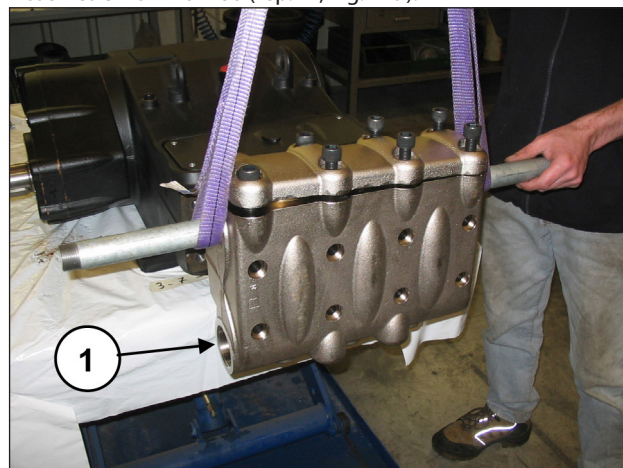
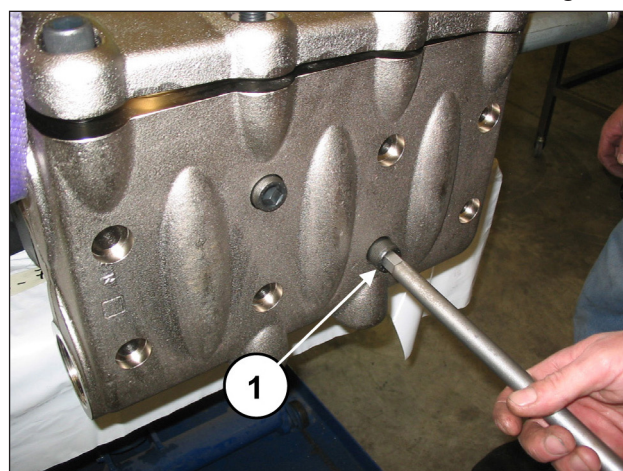

Fig. 128
Fig. 129
Monter la tête hydraulique sur le carter de pompe (rep. ①, Fig. 128) en prenant garde de ne pas heurter les pistons et visser les 8 vis M16x180 (rep. ①, Fig. 129).
Serrer les 8 vis M16x180 en partant des 4 vis internes et en les croisant (voir Fig. 128), puis passer aux 4 vis externes, toujours en croix.